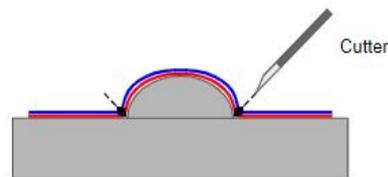

Fig.13
**IMPORTANTE:** Cuando se utilice la serie JT 10500, es recomendable terminar cortado alrededor del remache con un cutter para liberar la tensión y evitar que se levante después. *Fig.13*